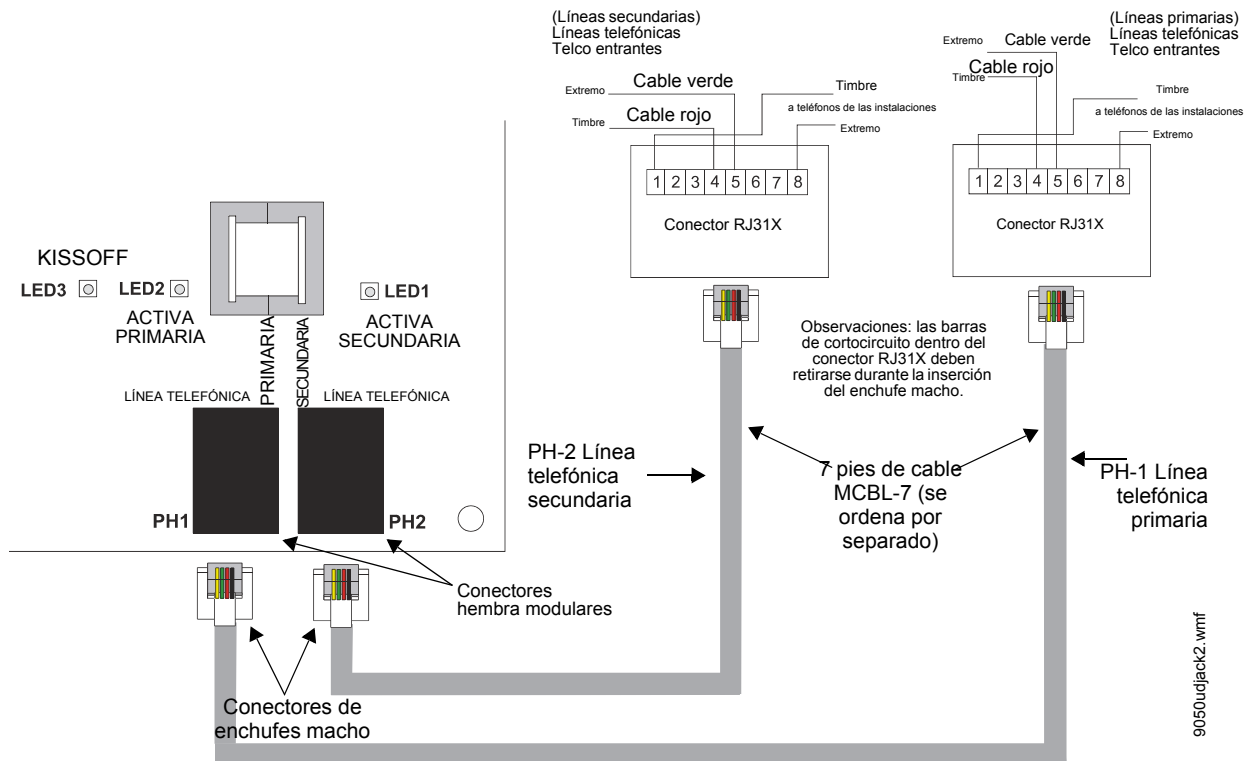

Figura 2.9 Conectores telefónicos de cableado eléctrico
3. Quite los dos tornillos que aseguran la placa de circuitos principal a la placa de montaje e instale dos aislantes a fin de asegurar el módulo 4XTMF a la placa de circuitos principal. Para conocer las ubicaciones de los aislantes en la placa de circuitos principal, consulte la figura 2.9.